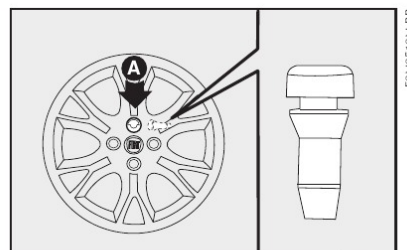

fig. 10
- Colocar a calota cuidando para que o símbolo ◻, na parte interna, fique em correspondência com a válvula, e dessa maneira o furo maior da calota **A-fig. 10** passe pelo parafuso já fixado.